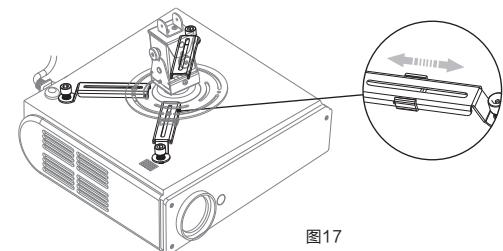

图17
2、把所需要的安装臂(4-3)安装到安装支架(4-1)上。然后把安装臂(4-3)装到投影机上，尽量把安装底盘(4-6)保持在投影机的中心位置，通过调整滑动安装部件(4-5)的位置将安装臂(4-3)连接安装底盘(4-6)如图17。